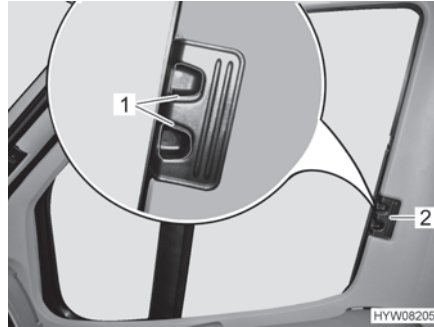

Fig. 78 Dispositif occultant plissé pour la fenêtre côté conducteur/passager
- Presser les poignées de déverrouillage (Fig. 78,1) et les maintenir pressées.
- Tirer les dispositifs occultants plissés pour les fenêtres côté conducteur et côté passager par la poignée (Fig. 78,2) vers l'autre côté de la fenêtre et les rassembler au niveau de la piste magnétique.
- Pousser les dispositifs occultants plissés pour les fenêtres côté conducteur et côté passager jusqu'à la butée au niveau de la poignée (Fig. 78,2).
- Lâcher les poignées de déverrouillage (Fig. 78,1) et les faire s'enclencher.